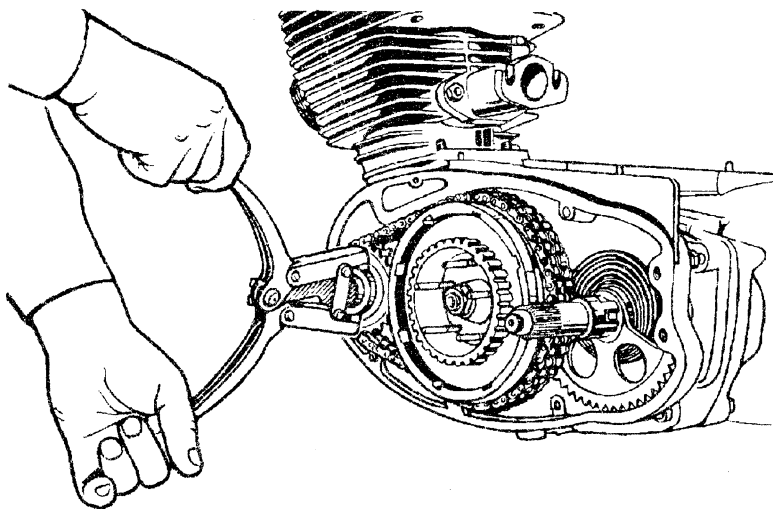

Рис. 3.14. Обжатие стопорного колпачки звездочки коленчатого вала (двигатель П5)
- установить новый или выправленный стопорный колпачок звездочки для двигателей П5 и закрепить его обжимкой, используя приспособление П-4 (см. табл. 7.4.) и рис. 3.14. Для двигателей П5-011 необходимо застопорить головку болта стопорной шайбой;